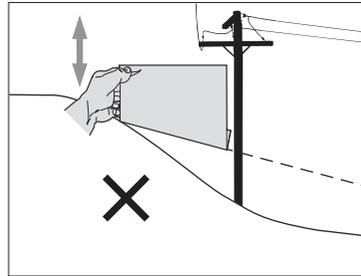

Fig. 02
5. Se houver um espaço vazio abaixo do medidor, a inclinação é muito íngreme para uma operação segura, [Fig. 02].